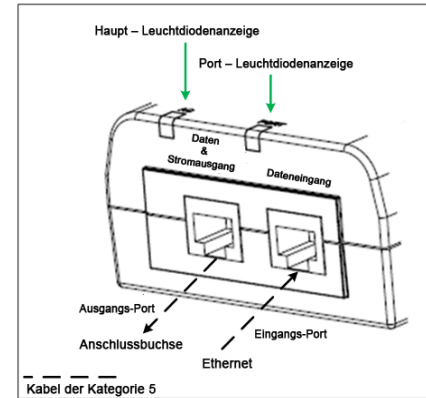

Abbildung 3: PoE Midspan Ports
- Verbinden Sie die "DATENEINGANGS-" Buchse (Input) mit dem Patch Panel des Schalters des entfernten Ethernet – Netzwerks und die "DATEN- & STROMAUSGANGS-" Buchse (Output) mit der Anschlussbuchse (siehe Abbildung 3). Schalten Sie die 24VAC – Stromquelle an und überprüfen Sie, ob die Leuchtdioden ordnungsgemäß aufleuchten.